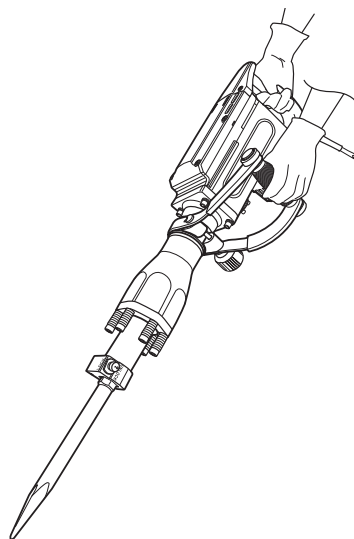

Fig. 5
- > Țineți produsul întotdeauna de mână. Țineți mânerul uscat pentru a asigura susținerea adecvată (Fig. 5).